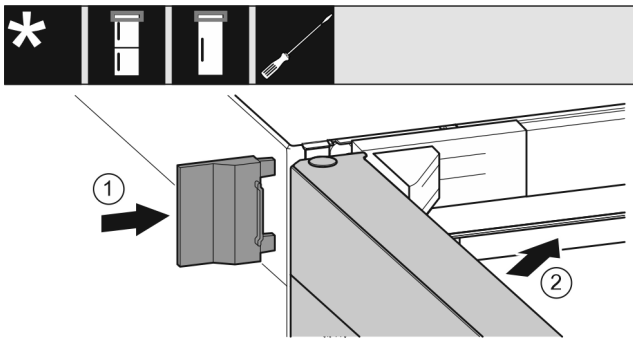

Fig. 21
- ▶ Sæt den udvendige afdækning på. *Fig. 21 (1)*
- ▶ Luk den øverste dør. *Fig. 21 (2)*